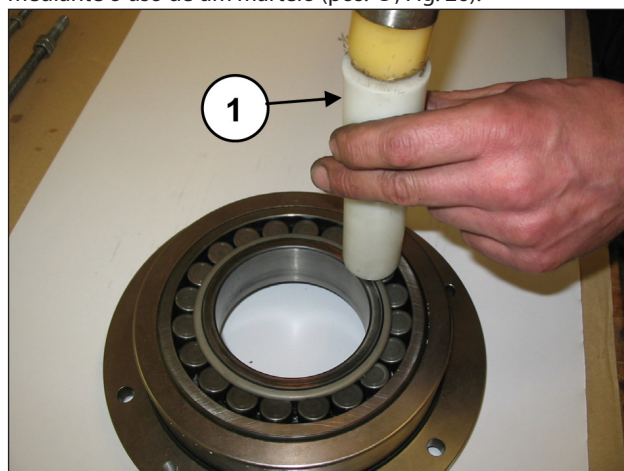

Fig. 26
Apoie o eixo de manivela no fundo do cárter. Separe a cobertura do porta-rolamento do rolamento, mediante o uso de um martelo (pos. ①, Fig. 26).